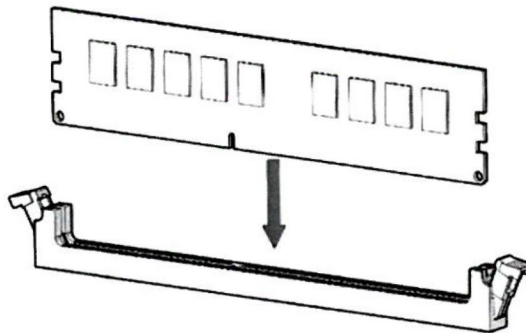

Рисунок 9 – Совмещение модуля памяти со слотом
- совместить паз на нижней стороне модуля памяти с выступом на слоте и вставлять в слот (рисунок 9);